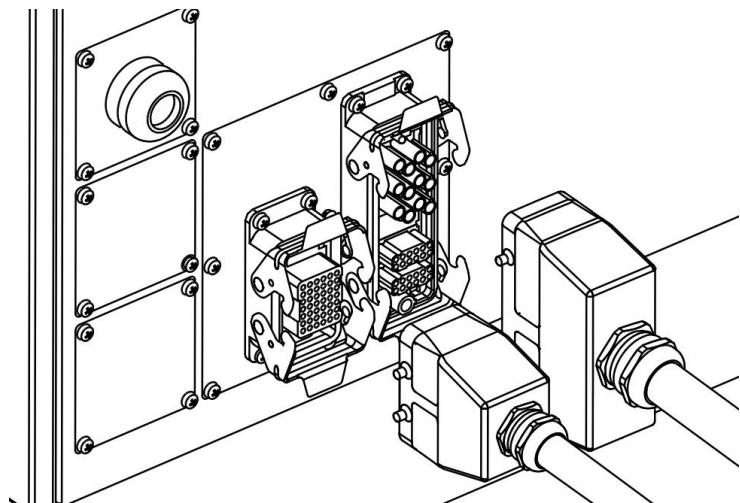

图 5-4 控制柜重载连接器接口
- 步骤2.** 将动力线和编码器插头的一端分别插进控制柜重载线对应的连接口（见图 5-4），并扣紧锁扣。